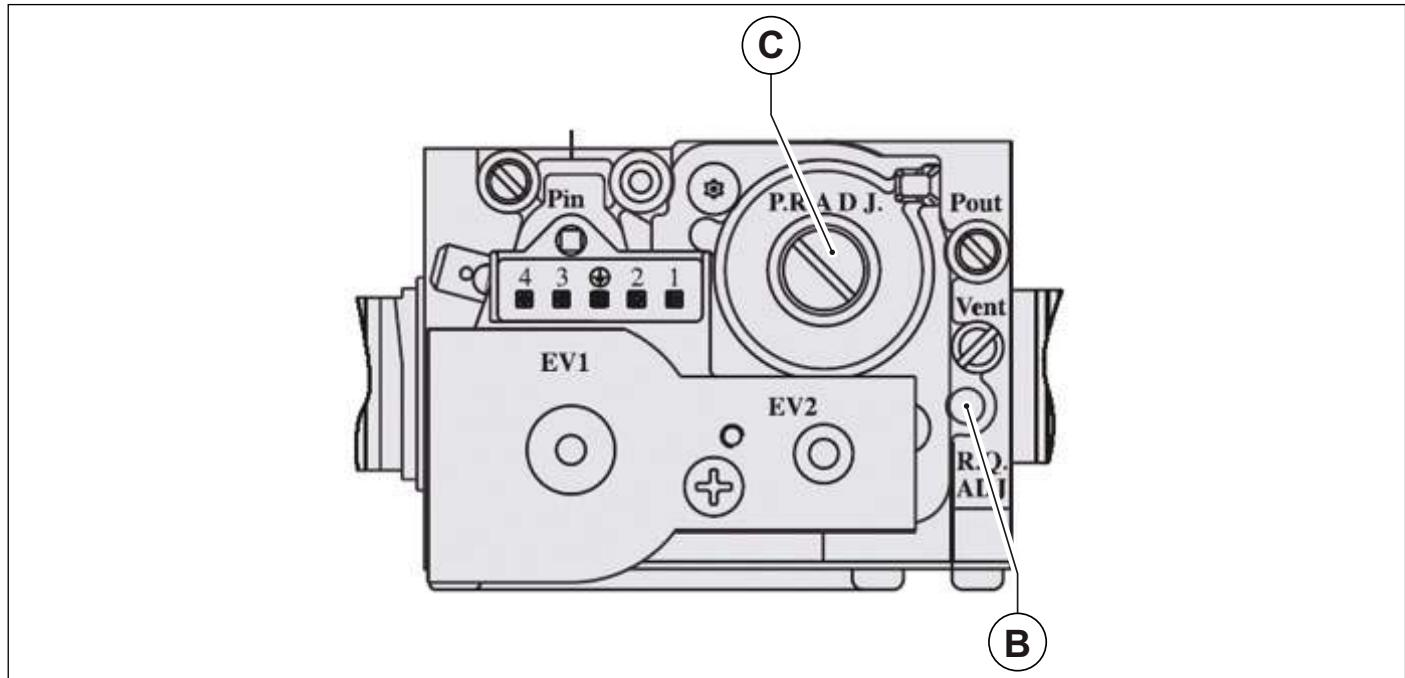

Рис. 40 Регулировка уровня содержания углекислого газа
- Отрегулировать уровень содержания углекислого газа (CO₂) в дымовых газах, вращая регулятор «offset» **C** (смотри Рис. 40 Регулировка уровня содержания углекислого газа) удостовериться, что его величина находится в пределах, указанных в Табл. 23 Содержание CO₂ в дымовых газах.